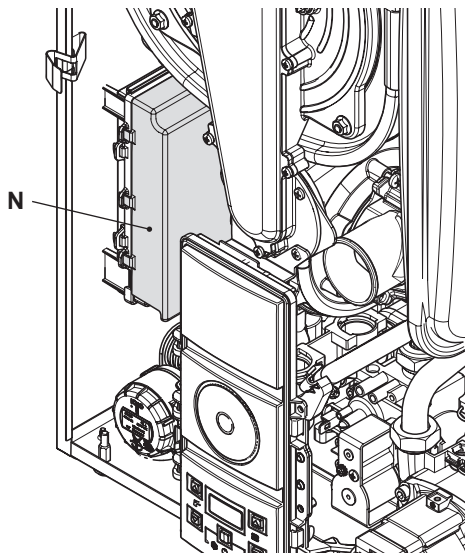

Figura 5.16
- Localice la tapa de cobertura de la terminal N (Figura 5.16) y ábrala.